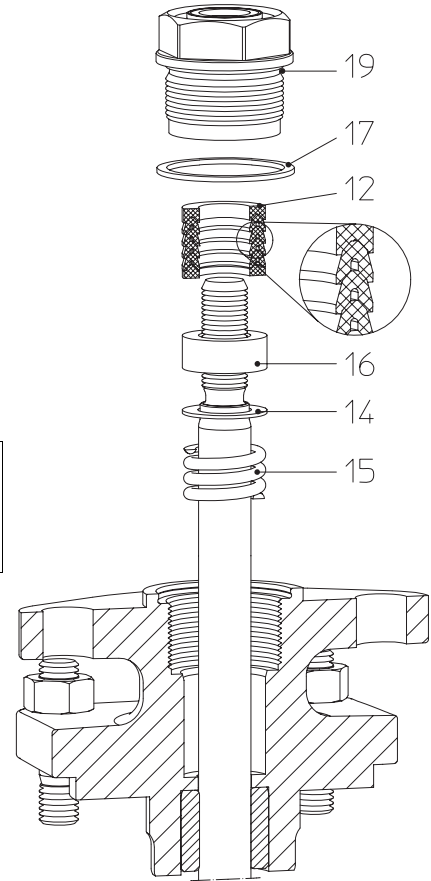
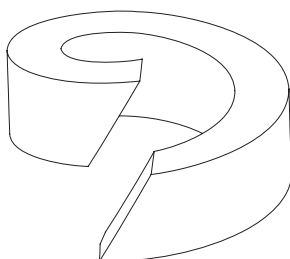

Рис. 14:
Рис. 16: разделенное уплотнительное кольцо
- При замене колец (поз. 12) соблюдайте правильный порядок и монтажное положение каждого элемента (см. Рис. 14).
- Установите новое уплотнительное кольцо, руководствуясь Рис. 14 - Рис. 16.
При использовании разделенных уплотнительных колец, разрез должен производиться с наклоном согласно Рис. 16